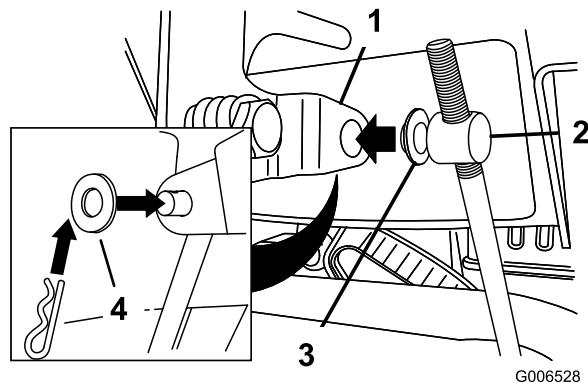

Figure 11
3. Retirez la goupille fendue et la rondelle extérieure du tourillon à l'extrémité supérieure de la tige de commande de vitesse (Figure 11).
Remarque: Pour faciliter l'installation, laissez la rondelle plate sur le tourillon (Figure 11).
6. Soulevez la tige de commande de vitesses et insérez le tourillon dans le trou du levier sélecteur de vitesses (Figure 11).
- Désaccouplez le tourillon du sélecteur de vitesses (Figure 11).
- Tournez le tourillon vers le bas (sens horaire) sur la tige de commande de vitesse (Figure 11).